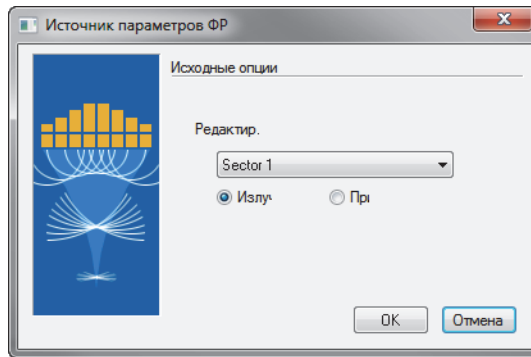

Рис. 4-11 Диалоговое окно Источник параметров ФР
- a) В диалоговом окне **Источник параметров ФР** (Рис. 4-11 на стр. 114), выберите сектор для редактирования, затем выберите **Излучение** и щелкните **ОК.**
- a) В диалоговом окне **Источник параметров ФР** (Рис. 4-11 на стр. 114) выберите сектор для редактирования, затем выберите **Излучение** и нажмите **ОК**.
- a) В диалоговом окне **Источник параметров ФР** (Рис. 4-11 на стр. 114) выберите сектор для редактирования, затем выберите **Приемник** и нажмите **ОК**.